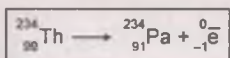

Рис. 4
2. **β -распад.** В неустойчивом ядре нейтрон превращается в протон, при этом ядро испускает электрон (β -частицу) и антинейтрино: $n \rightarrow p + \bar{\nu}$. При β -распаде массовое число изотопа не изменяется, поскольку общее число протонов и нейтронов сохраняется, а заряд ядра увеличивается на 1 (рис. 4).